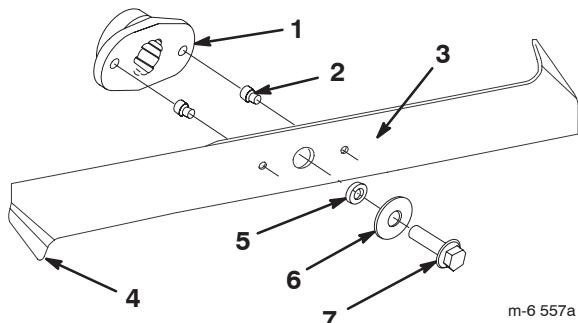

Figure 35
2. Inspectez les lames (Fig. 35). Si elles ne sont pas tranchantes ou si elles présentent des indentations, déposez et aiguisez les lames (voir Aiguisage des lames, page 34).
3. Inspectez les lames, surtout les bords recourbés (Fig. 35). Si les lames sont usées ou endommagées à ces endroits, remplacez-les immédiatement.
4. Si les goupilles de cisaillement sont cassées, remplacez-les immédiatement (Fig. 35).
3. Enlevez les boulons, les rondelles et les lames (Fig. 35). Pour enlever le boulon, bloquez éventuellement la lame en introduisant une cale en bois entre la lame et le carter de tondeuse.
1. Installez les lames, les rondelles et les boulons de fixation (Fig. 35).